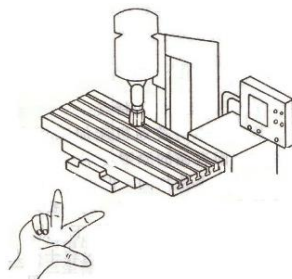

图 2 用右手法则判断机床坐标系方向
1. 如图 2 所示，当正向面对立式数控铣床用右手法则判断机床坐标轴方向时，如果机床的工作台向左移动，在机床坐标系下则表示刀具向（ ）方向移动。